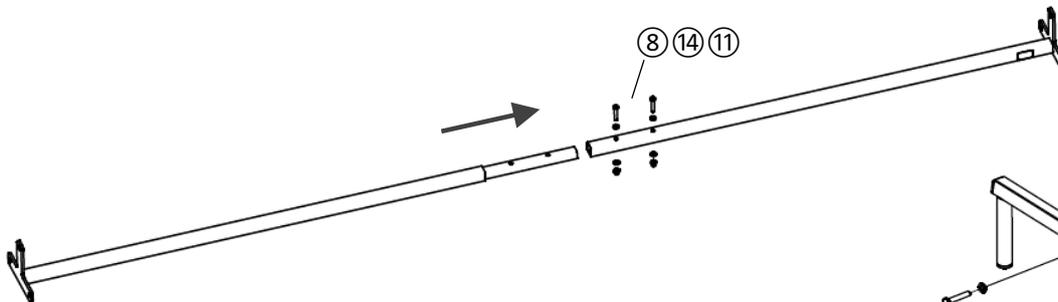

Abb. 2: Montage der Mittelrohre
Stecken Sie die Mittelrohre ②, ③, ④ und ⑤ entsprechend Abb. 2 zusammen und verschrauben Sie diese mit den Innensechskant-Rundkopfschrauben ⑧ sowie den Unterlegscheiben ⑭ und Hutmuttern ⑪.